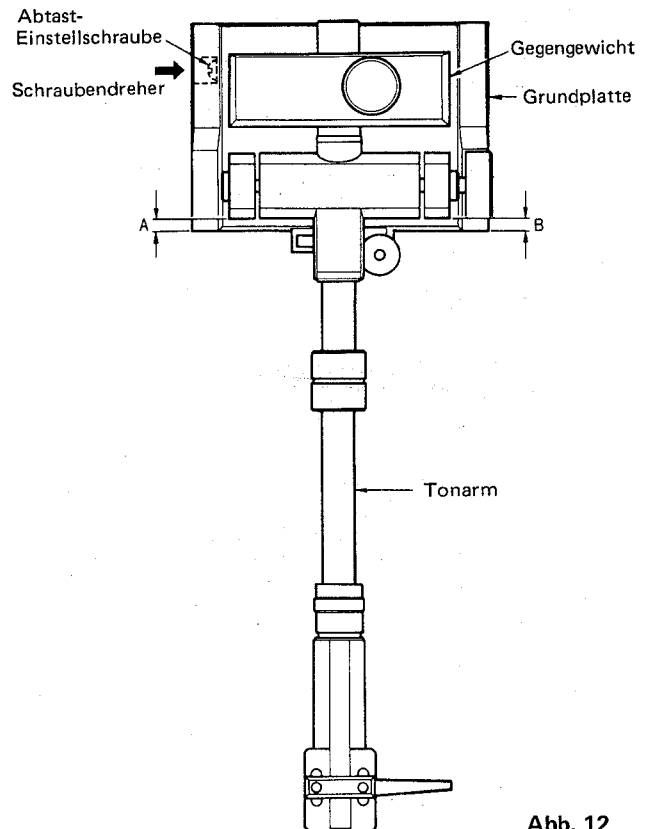

Abb. 12
- 5) Im allgemeinen kann man die vertikale Einstellung so vornehmen, daß die Welle des Tonarms parallel zur Vorderkante der Tonarm-Grundplatte liegt. ("A" und "B" in Abb. 12 sind gleich.)
- 7) Schalten Sie das Gerät wieder ein, und positionieren Sie die Welle des Tonarms so, daß sie im rechten Winkel zur Tonarm-Grundplatte liegt. (Siehe Abb. 12.)